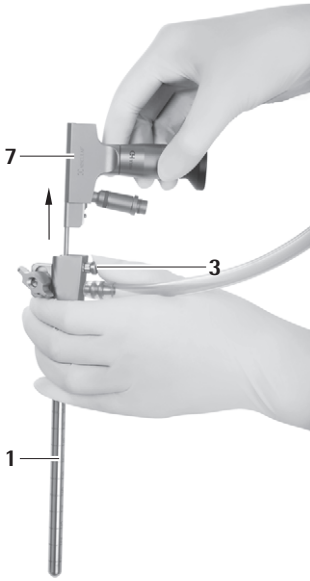

Fig. 11
- ▶ Apăsăți butonul de deblocare 3 și scoateți endoscopul 5 din trocarul MINOP InVent 1, vezi Fig. 11.